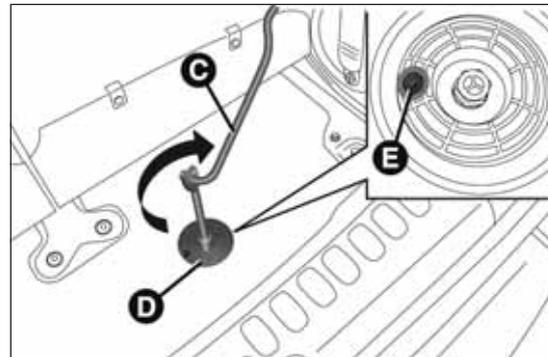

fig. 39
- introducir la llave C fig. 39 en el dispositivo D y girarla hacia la derecha para apretar el perno de bloqueo que sujeta la rueda de repuesto. El dispositivo está enganchado correctamente cuando en la abertura E del orificio aparece una franja de color amarillo;